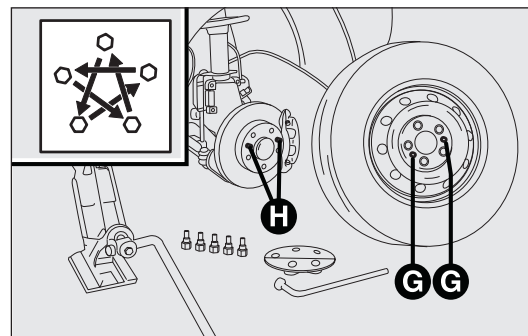

fig. 166
- ☐ monter la roue de secours en faisant coïncider les orifices G-fig. 166 avec les axes correspondants H. Quand vous montez la roue de secours, assurez-vous que les surfaces d'appui de cette dernière sont propres et sans impuretés qui risqueraient de provoquer le desserrage des boulons de fixation;
- ☐ serrer à fond les boulons, en passant alternativement d'un boulon à celui diamétralement opposé, en suivant l'ordre indiqué sur la fig. 166.